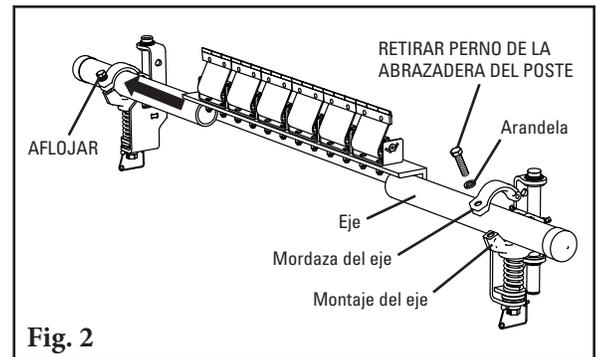

Fig. 2
- 2. Instale el eje.** Retire el tornillo de la mordaza del eje y levante o quite la mitad superior de la mordaza del eje del tensor cerca del transportador y afloje el tornillo de la mordaza del eje en el lado opuesto. Deslice el eje a través del transportador y a través de la mordaza del eje floja, luego coloque cerca del extremo del eje en la mordaza del eje restante (Fig. 2). Reemplace la mitad superior de la mordaza del eje, reinstale el tornillo y apriete ambos tornillos con los dedos.